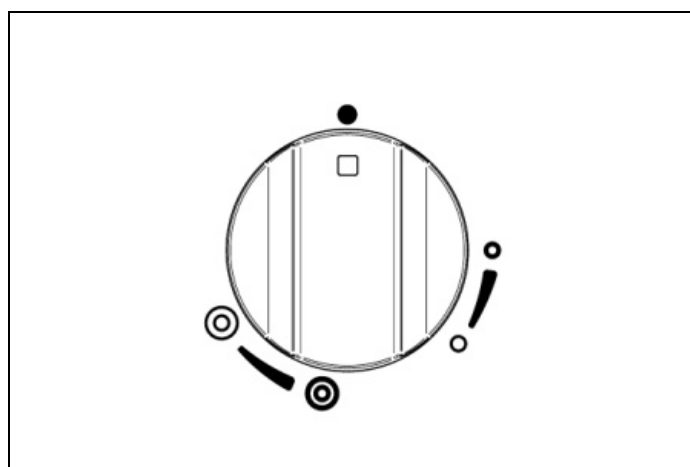
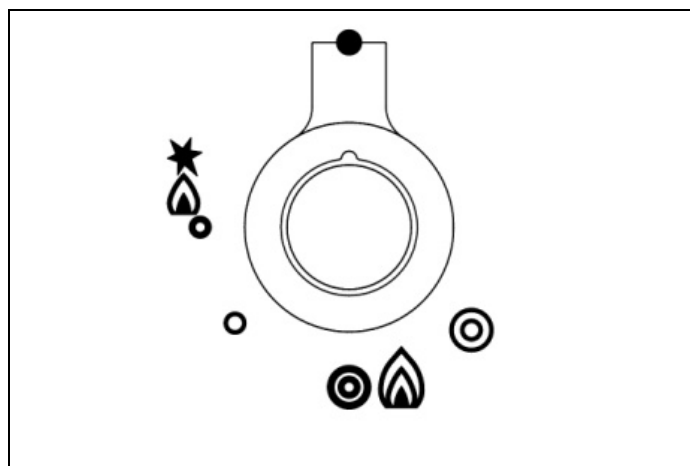

Fig. 18
Fig. 19
- Pour allumer le brûleur central, appuyer sur le bouton de contrôle (Fig. 18 et Fig. 19 ) et tourner dans le sens inverse des aiguilles d'une montre, jusqu'à la position de la bague simple en caractère gras.